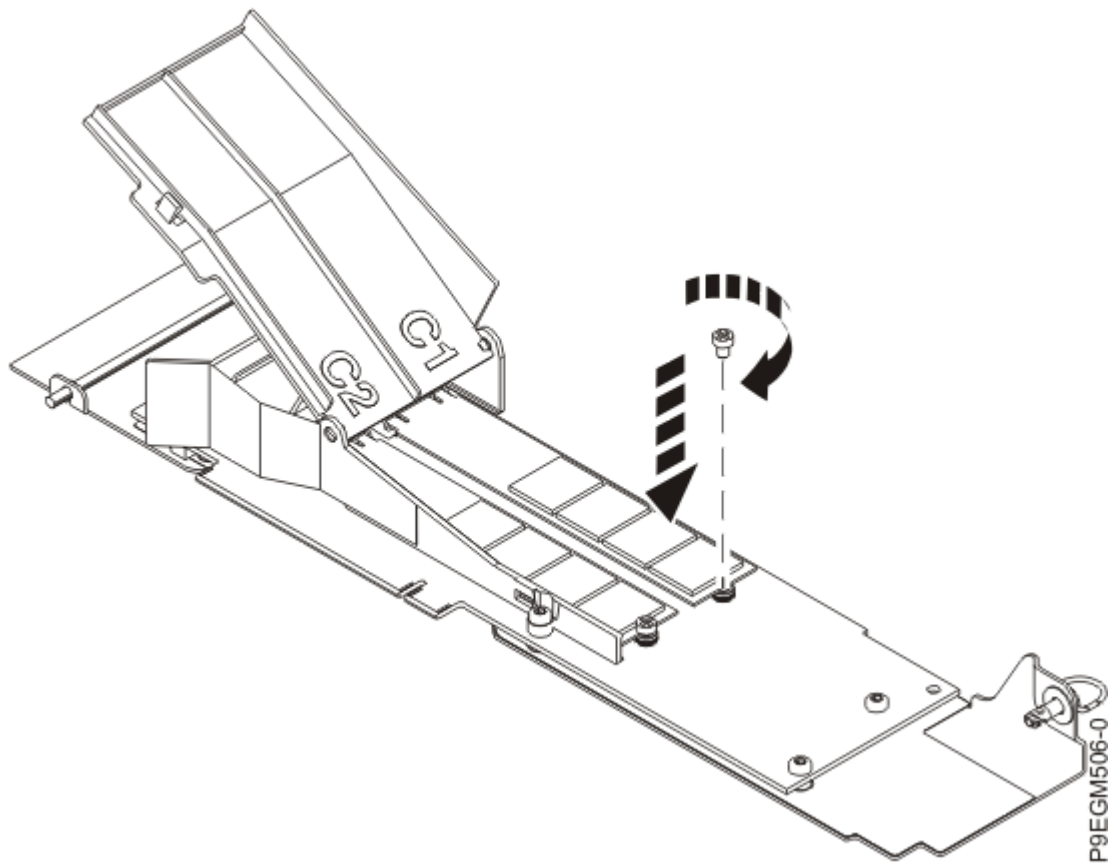

Abbildung 9. NVMe M.2-Flashmodul an der Trägerkarte befestigen
4. Befestigen Sie das Flashmodul mit einem Kreuzschlitz-Schraubendreher an der NVMe M.2-Trägerkarte. Siehe Abbildung 9 auf Seite 12.